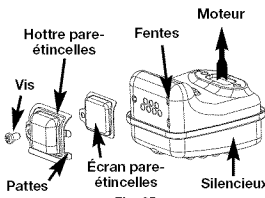

Fig. 25
2. Situez le pot d'échappement sans le retirer. Trouvez les une (1) vis sur la partie inférieure du pot d'échappement (Fig. 25) Ces deux vis tiennent l'ensemble du déflecteur d'échappement et l'écran pare-étincelles à la partie inférieure du pot d'échappement. Retirez les deux (2) vis en vous servant soit d'un tournevis torx #20 ou d'un tournevis plat.
6. Placez la plaque du pare-étincelle au dessus du pare-étincelles avec le côté « élevé » vers le haut et l'ouverture vers le moteur (Fig. 25).
7. Placez la hotte du pare-étincelle sur la plaque du pare-étincelle avec le côté « élevé » vers le haut et l'ouverture tournée DU CÔTÉ OPPOSÉ au moteur (Fig. 25). Assurez-vous que